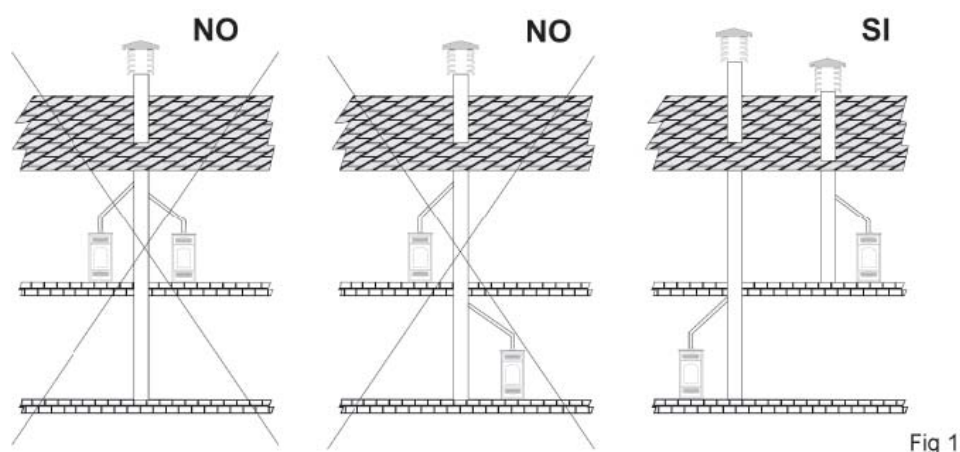

Fig 1
- Non dovrà essere collegato nessun altro caminetto, stufa, caldaia, o cappa aspirante di nessun tipo (*fig. 1*).